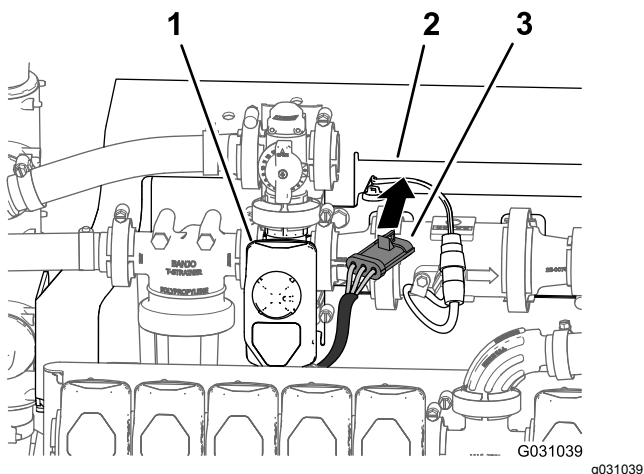

Рисунок 129
5. Проложите 3-штыревой разъем жгута проводов клапана перемешивания впереди крепления коллектора (Рисунок 129).